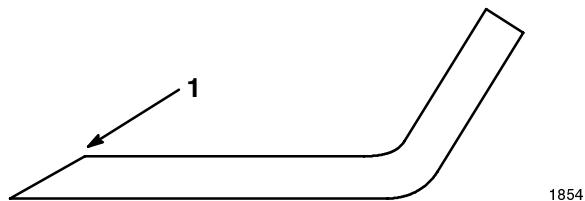

Abbildung 38
1. Die Schneidkante an beiden Enden des Schnittmessers mit einer Feile schärfen (Abb. 38). Den ursprünglichen Winkel beibehalten. Das Schnittmesser behält seine Balance bei, wenn von beiden Schneidkanten die gleiche Materialmenge entfernt wird.